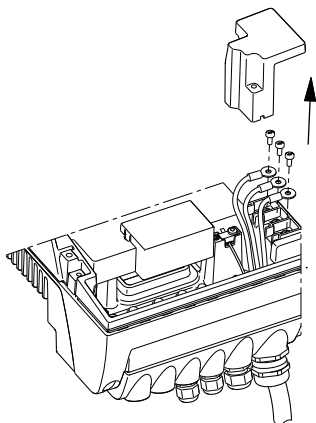

Рис. 73 Крышка клемм питания.
2. Снимите крышку клемм питания. См. рис. 73. Снимите три проводника питания с клемм питания, но оставьте проводник защитного заземления на клемме PE.